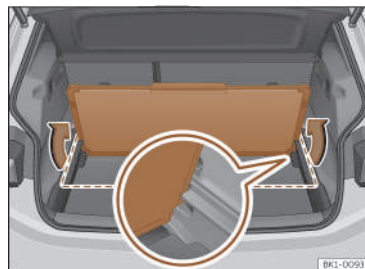

Fig. 165 Nel bagagliaio: fissare il secondo piano del bagagliaio.
- Una volta ripiegato, sollevarlo e introdurlo nei supporti laterali con il lato aperto verso il basso >>> **fig. 165** (immagine ingrandita).